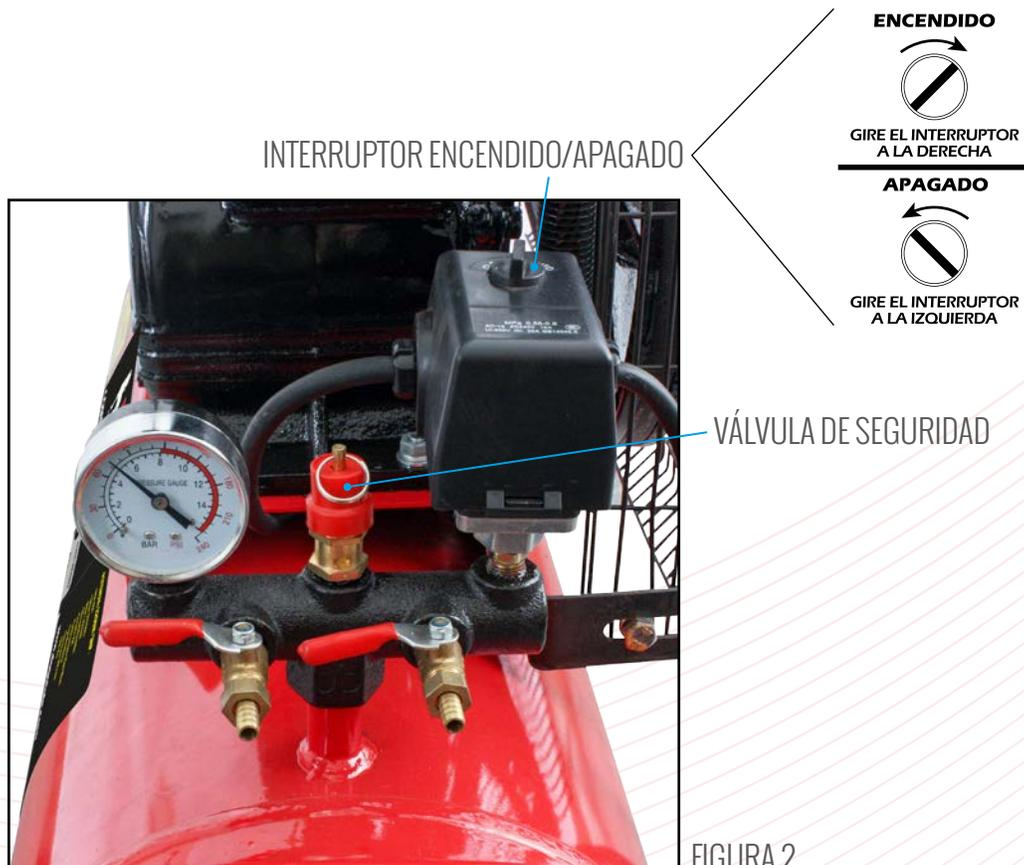

FIGURA 2.
5. Abra la válvula de salida, ponga el interruptor del switch en la posición de encendido (Figura 2). Deje que el compresor opere 10 minutos sin carga para asegurar que se lubriquen las partes móviles antes de iniciar la operación normal.